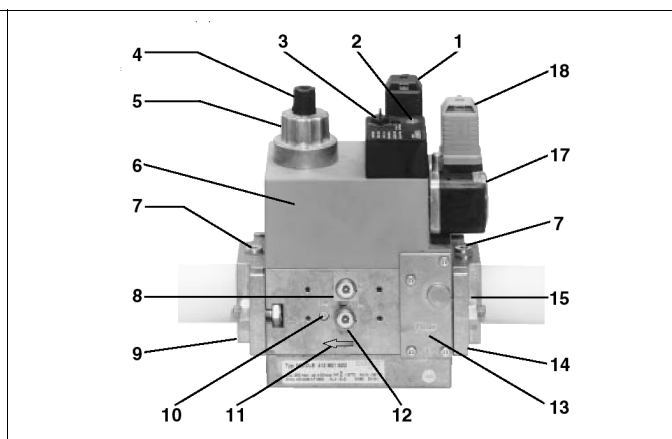

Fig. 19
- 2 Medir la presión de gas en **A** y **B** (Fig. 19).